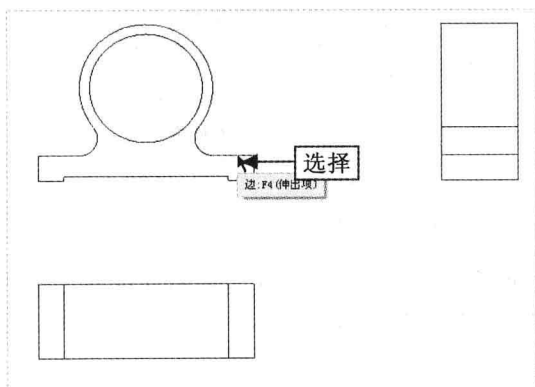

图 12-84 选择放置参考
Step 06 在绘图区左下方合适位置单击鼠标左键，选择放置参考，如图 12-84 所示。